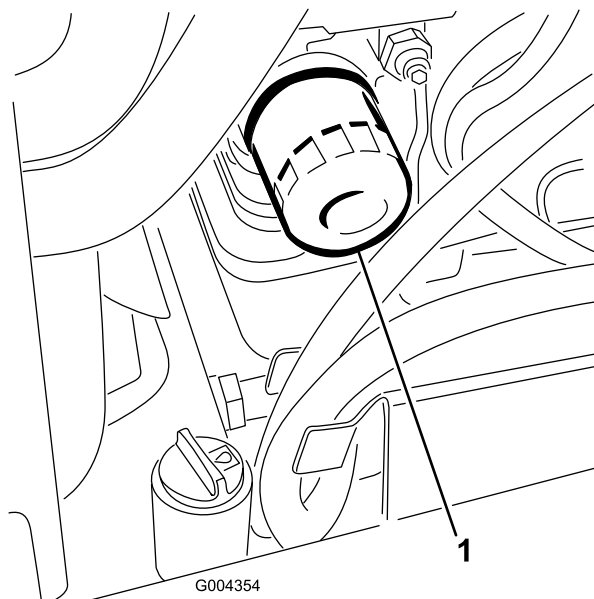

Figure 36
3. Enlevez le filtre à huile usagé (Figure 36) et essuyez la surface du joint de l'adaptateur.